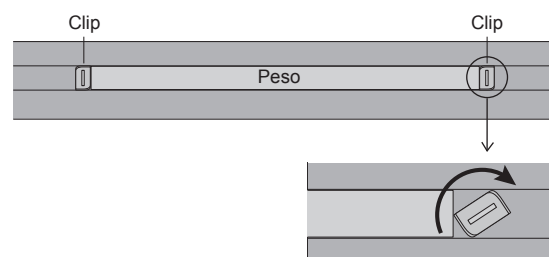

Fig. 10
1. Gire los clip de peso que están ubicados bajo la base de la cortina (Fig. 10).